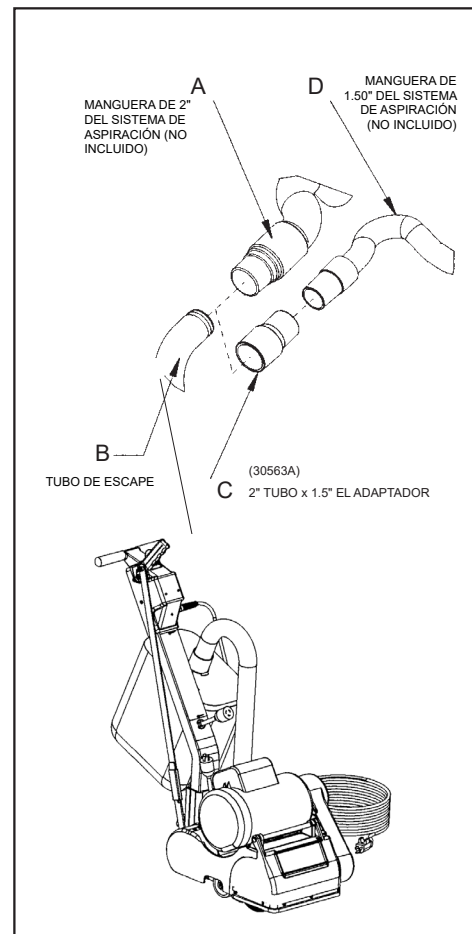

Figura 1
2. Inserte el extremo de manguera de 1½" (figura 1, D) en el adaptador (figura 1, C).